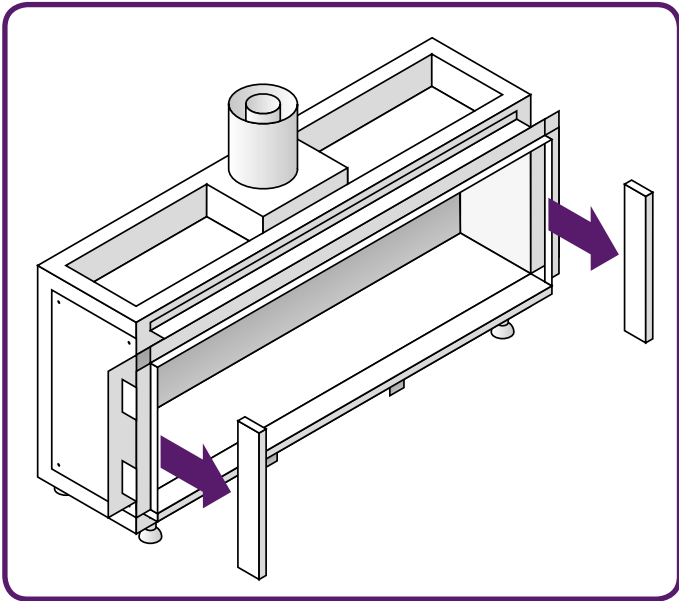

Abbildung 10.2 - Abnehmen der Seitenverkleidungen
- Entfernen Sie beide Seitenverkleidungen. Sie werden durch magnetische Clips gehalten (**Abbildung 10.2**).